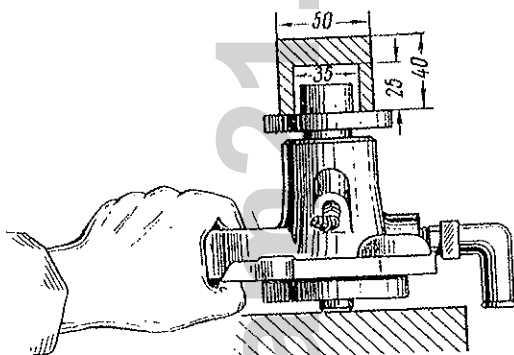

Bild 109 Aufpressen der Riemenscheibennabe von Wasserpumpe
--- die Riemenscheibennabe aufpressen, dabei die Welle an ihrer hinteren Stirnfläche abstützen. Beim Aufpressen der Nabe soll ein Zwischenraum zwischen Lager und Sperring auf der Welle vollkommen beseitigt sein (Bild 109);